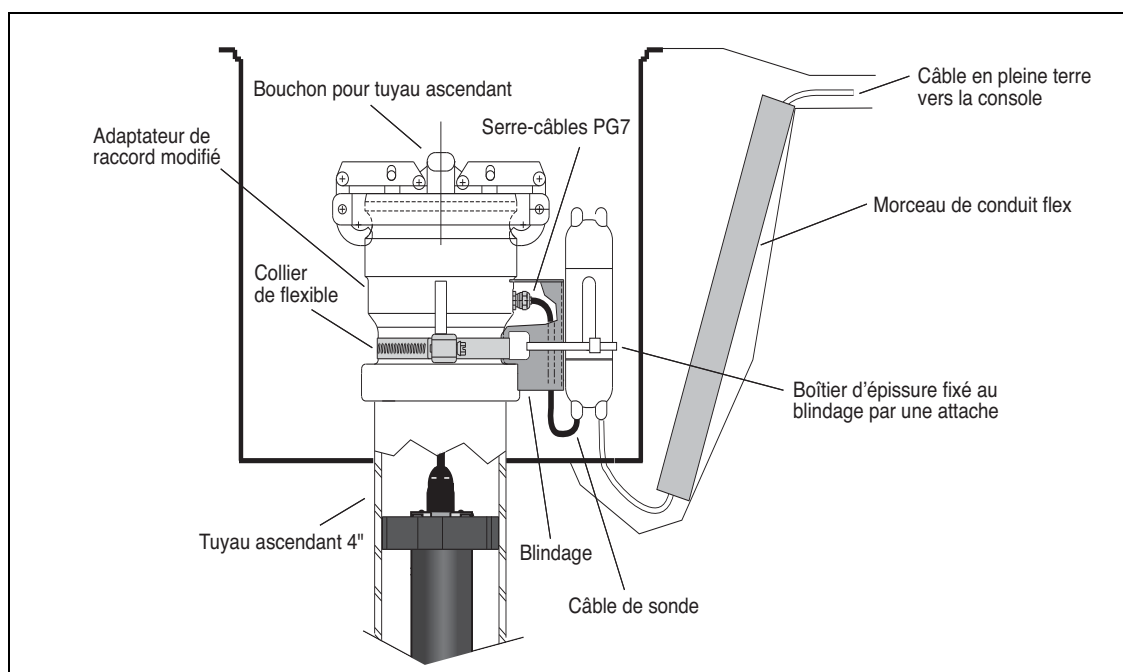

Figure 20. Installation de tuyau ascendant d'extracteur de vapeur de sonde Mag avec adaptateur de couplage
12. Positionnez le raccord blindé sur le serre-câbles PG7 et fixez-le avec le collier de flexible (voir Figure 20 à la page 29).